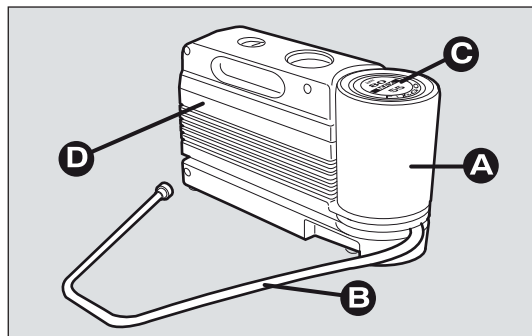

fig. 132
Il kit fig. 132 comprende:
- ☐ un compressore D-fig. 132 completo di manometro e raccordi, reperibile nel vano;